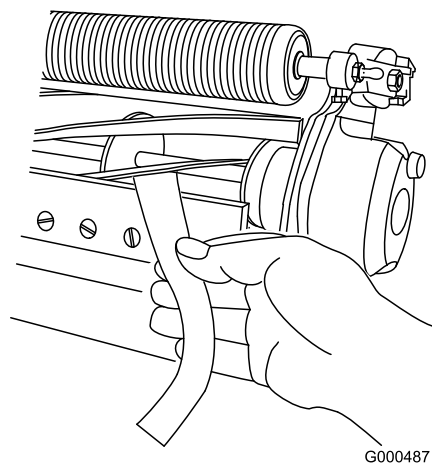

Рисунок 12
3. Проверьте режущие способности блока, вставив длинную полоску специальной бумаги Toro (деталь №125-5610) между барабаном и неподвижным ножом, перпендикулярно неподвижному ножу (Рисунок 12). Медленно вращайте барабан вперед. При этом бумага будет разрезаться.